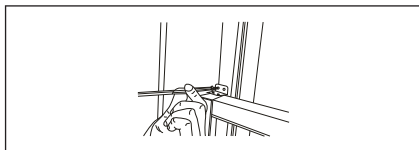

Rys. 15
3. Zamknąć skrzydło okienne, aby przylegało do regulowanego panelu okiennego (Rys. 15)
4. Dokręcić dwa wkręty 1/2", aby przymocować regulowany panel do skrzydła okiennego. (Rys. 15)
5. Przymocować regulowany panel okienny do parapetu (Rys. 15):